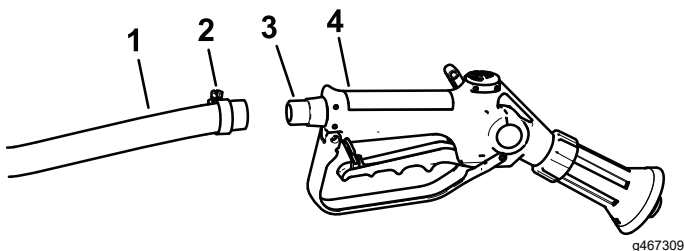

Bild 47
3. Schließen Sie das freie Ende des langen Schlauches am Anschlussstück an der Spritzpistole an (Bild 47).